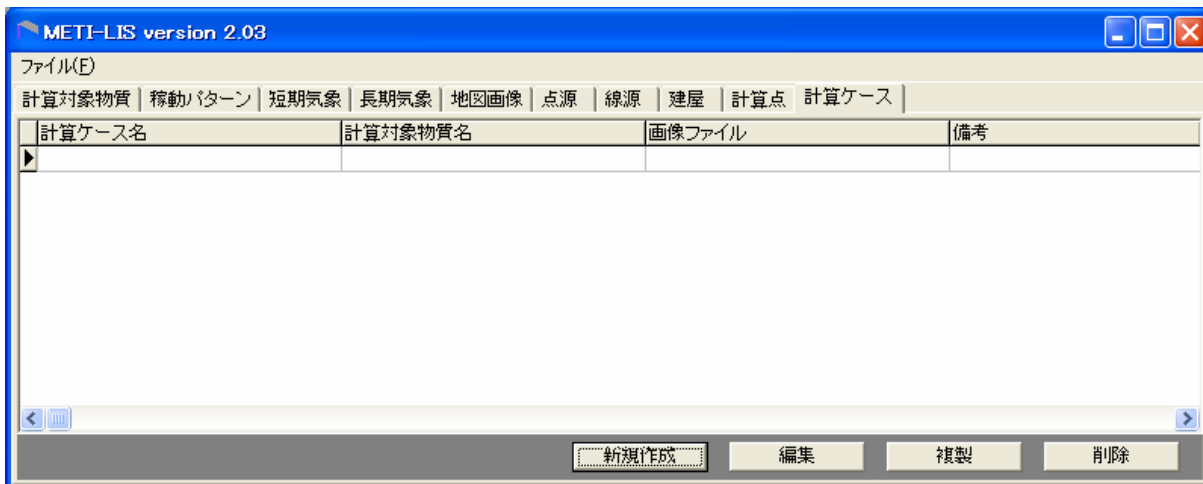
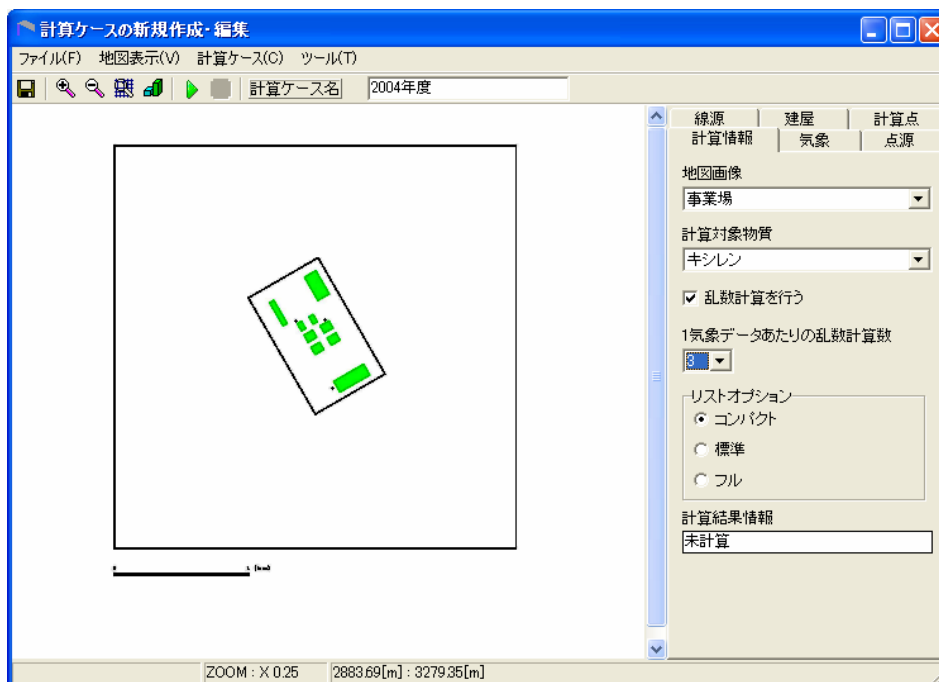
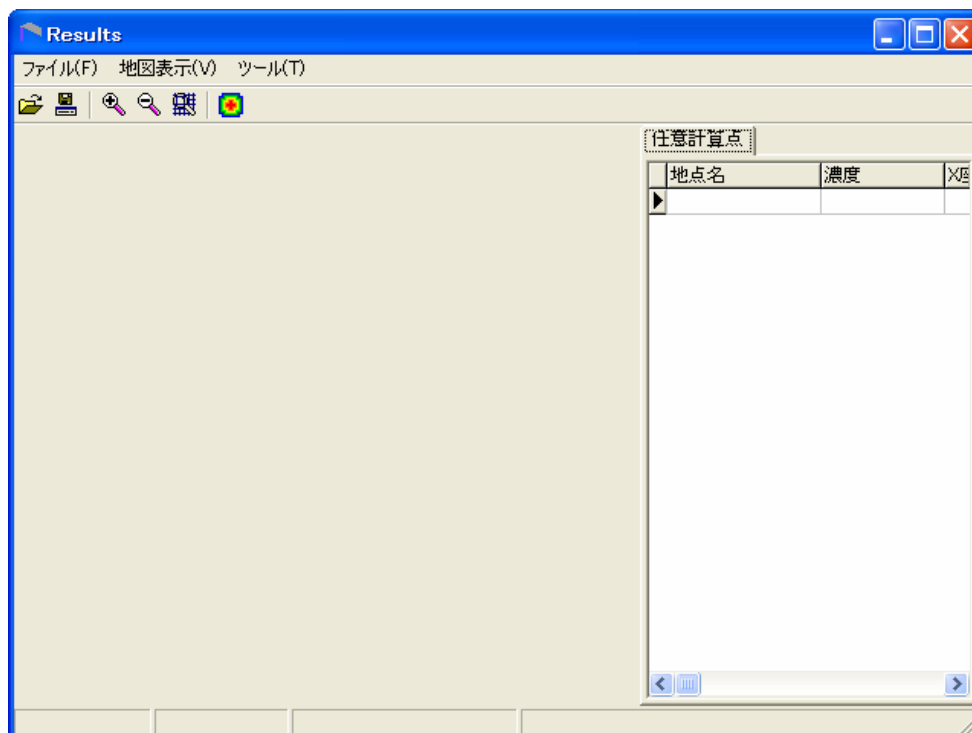
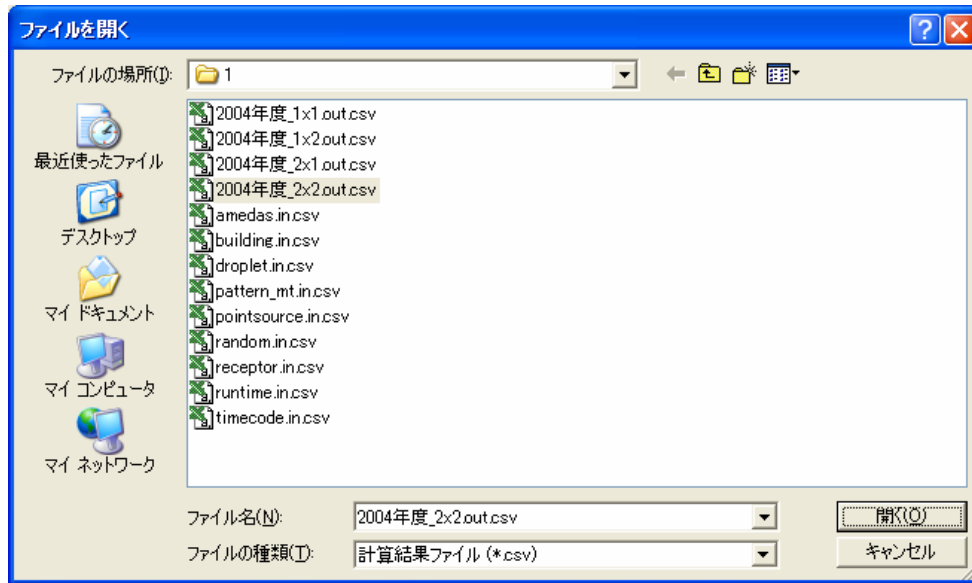

図 6.5-31 計算ケース
図 6.5-32 計算ケースの新規作成・編集
図 6.5-35 Results 画面
図 6.5-36 ファイル選択画面
計算ケースのタブを選択して、図 6.5-31 の画面が表示されたあとで、**新規作成** を押します。計算ケースの新規作成・編集画面が表示されます（図 6.5-32）。
リストオプションは標準にチェックボックスをクリックします（図6.5-32参照）。
計算の実行が正常に終了すると、図 6.5-32 で  が表示されます。 を押すと図 6.5-35 の Results 画面が表示されます。ここでは、濃度分布図を表示させて、濃度の最大値を見つけます。
- 1)  を押して、濃度分布図を表示させるべきファイルを選択します。ファイルは、csv 形式のファイルで図 6.5-32 で入力した計算ケース名と「_2×2_out.csv」がついているファイルです。図 6.5-32 で入力した計算ケース名は、「2004 年度」であるので、図 6.5-36 では、「2004 年度_2×2.out.csv」というファイルを選択しています。